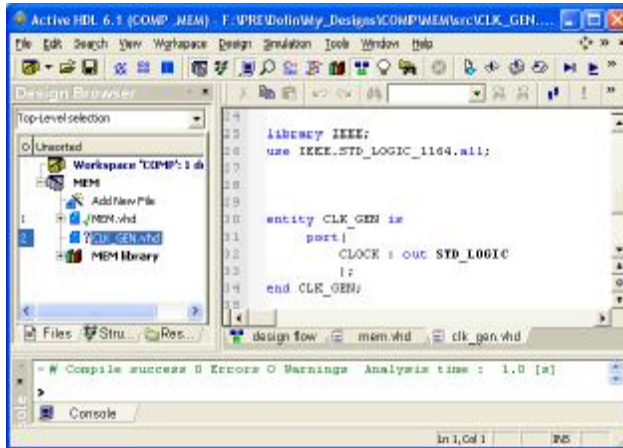

Рисунок 2.8– Додавання файлу clk_gen до проекту
- 2.3.5 У вікні **Design Browser** з'явиться новий файл **clk_gen.vhd** (рис. 2.8). Як у попередньому випадку, створений майстром **New Source File Wizard** файл автоматично відкривається у вікні текстового редактора.